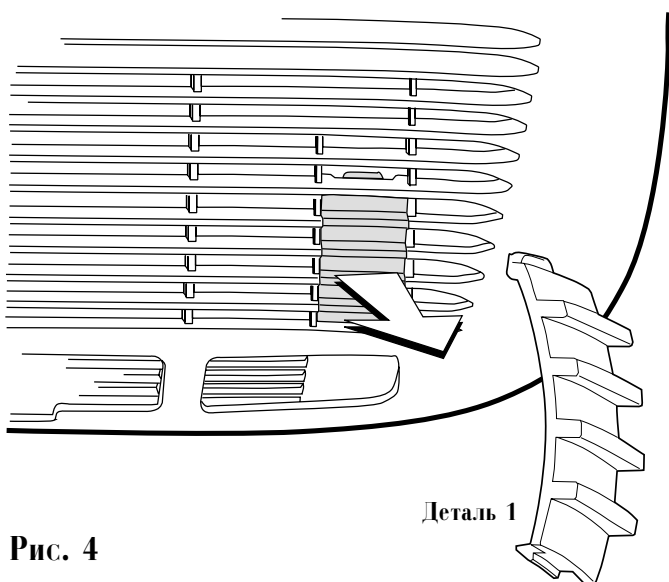

Рис. 4
1. Перед установкой вентиляционной решетки снимите заглушку крышки решетки (деталь 1) и убедитесь в том, что шланг слива конденсата проходит через соответствующее отверстие в решетке (рис. 4).